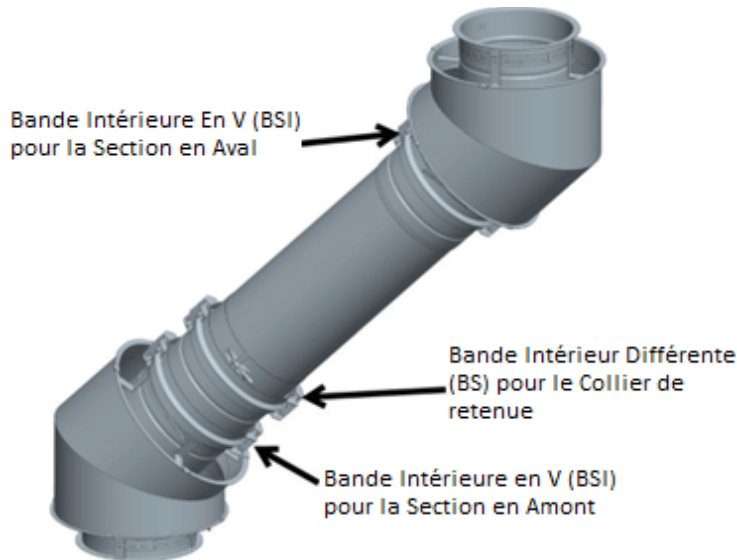

Figure 18 - Étape 9-10 - Fixez la bande à bride de retenue
**Étape 9** - Faites glisser la bande intérieure différente (BS) sur le sous-assemblage glissant de différentes bandes bridées. Bien serrer le BS pour fixer le sous-assemblage sur la section intérieure.
**Étape 10** - Ensuite, installez l'autre bande en V (BSI) sur le joint de la section du bas (du côté de l'arrivée des gaz) (ASSEMBLAGE DES SECTIONS). Voir figure 18.